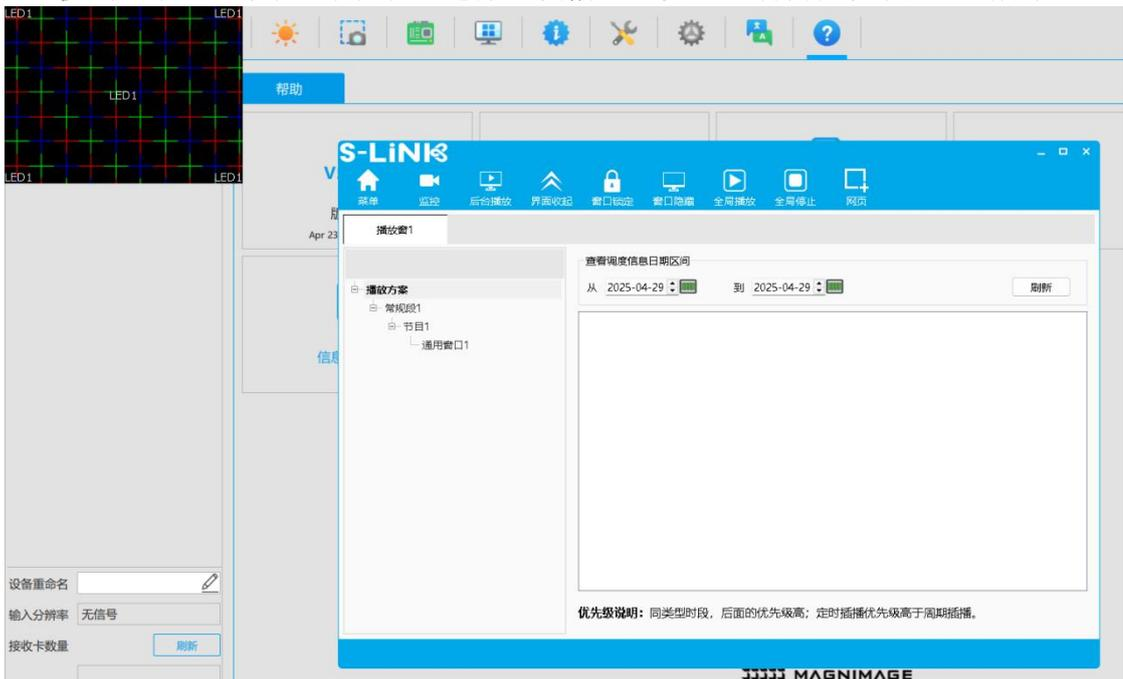

图 14-3 演播室
- 步骤 1 在“工具”对话框中，选择“演播室”页签。打开后如图 14-3 所示